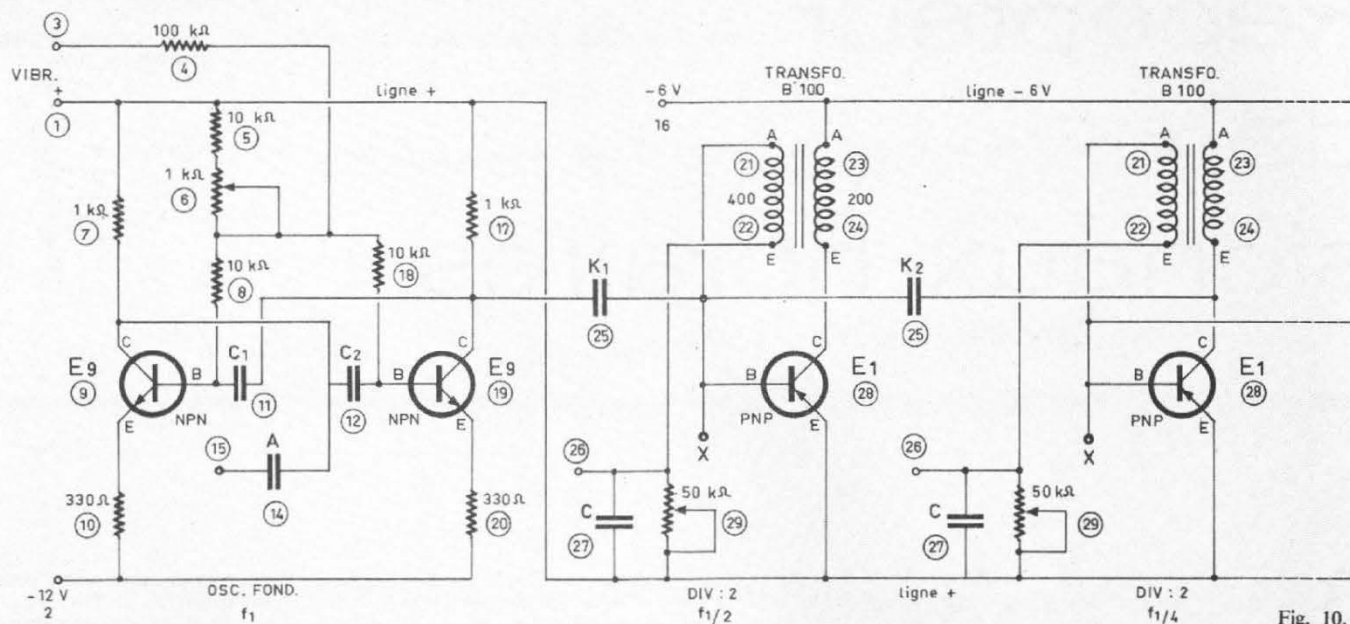

Fig. 10.
Soit par exemple le cas d'un générateur choisi parmi les douze nécessaires. Celui de la figure 10 comprend trois éléments de ce générateur : l'oscillateur « fondamental » à la note la plus aiguë choisie, par exemple un **DO 4** lorsqu'il y a six niveaux (donc cinq intervalles d'octaves) et un **DO 5** s'il y a huit niveaux (donc sept intervalles d'octaves). Dans le deuxième cas, il y a un intervalle d'octave de plus, du côté des basses. Supposons pour fixer les idées que l'oscillateur fondamental donne la note **DO 4**. Cet oscillateur comprend les deux transistors NPN désignés par E9 (9) et E9 (19) cette nomenclature correspondant à des transistors spécialement sélectionnés par le fabricant pour la fonction requise. Il est clair qu'il s'agit d'un multivibrateur instable genre Abraham et Bloch.
Ce multivibrateur (voir Fig. 10, à gauche), est à couplages croisés RC. Le signal de sortie, de note **DO 4** est disponible au point (15) relié au collecteur du premier transistor par un condensateur A (14). Cette sortie sera utilisée pour transmettre le signal au système de contacts.